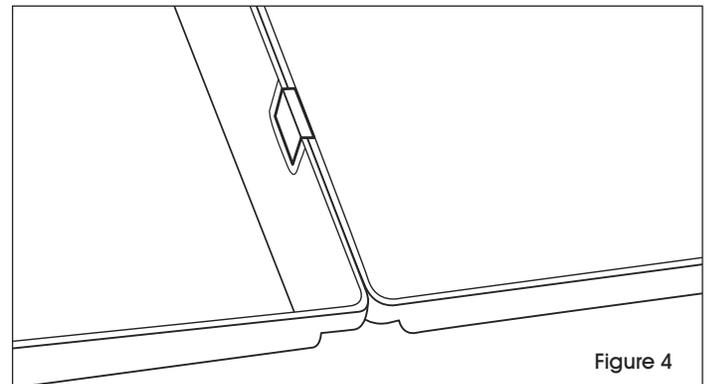

Figure 4
4. Assurez-vous que le dessus du raccord arrive de niveau avec le rebord supérieur des stations de travail. (Voir Figure 4)